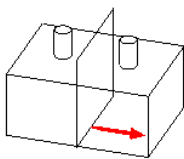
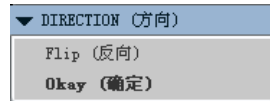

图 5.22.11 平移方向
图 5.22.12 “方向”菜单
Step6. 选取“平移”的方向。在图 5.22.10 所示“选取方向”的菜单中, 选择 **Plane (平面)** 命令, 再选取 RIGHT 基准平面为平移方向参考面; 此时模型中出现平移方向的箭头 (图 5.22.11), 在图 5.22.12 所示的 **DIRECTION (方向)** 菜单中选择 **Okay (确定)** 命令; 输入平移的距离值 65.0, 并按 Enter 键, 然后选择 **Done Move (完成移动)** 命令。